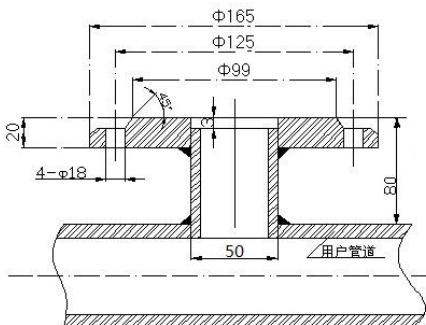

图 46 安装底座的焊接
安装前应在被测管道上开一个直径 50mm 的小孔，尺寸与安装底座的连接管外径一致。安装底座与被测管道的焊接如图 46 所示。
(3) 确定好插入式电磁的插入深度(插入式电磁流量传感器上两个电极所在管道中的位置)。
(4) 按图 46 所将 DN50 球阀安装到安装底座上。注意球阀的长空腔向上。检查球阀是否能全开全关。上紧压紧螺母和定位螺钉，同时应注意传感器方向标志指向应和流体流向一致。
(5) 插入式电磁流量传感器插入深度的确定:对于 $D \leq 400\text{mm}$, 插入深度为:管径的 $1/2$ 倍处。对于 $D > 400\text{mm}$ 时, 插入深度为:管径的 $1/4$ 倍处。(两处的仪表系数是不一样的)。